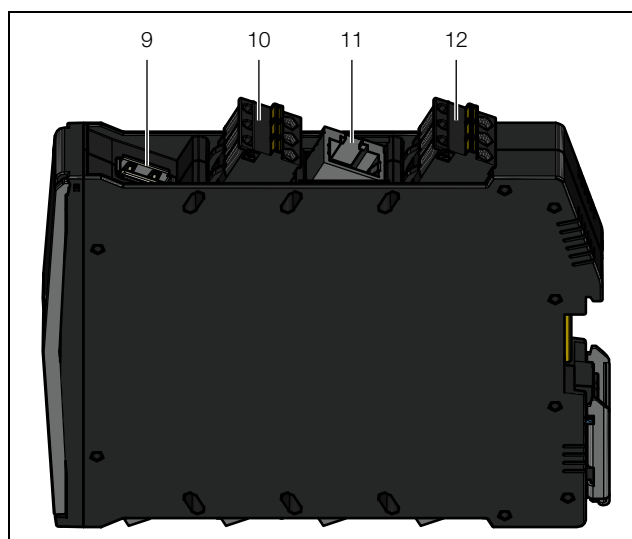

Fig. 5 : raccordements en haut sur l'interface IoT
■ Raccorder pour cela la sortie 24 V (raccordement direct) d'un bloc d'alimentation (DK 7030.060) à la prise correspondante de l'interface IoT (fig. 5, pos. 12).
- Raccorder si nécessaire la sonde de température déportée 3124.400 à la prise correspondante de l'interface IoT (fig. 5, pos. 10).
- Raccorder l'interface Ethernet (fig. 5, pos. 11) au réseau existant via un câble réseau avec fiches RJ 45. La LED de l'interface Ethernet à droite sur la face avant de l'interface IoT est allumée en permanence après avoir raccordé le câble réseau. La LED de gauche clignote en plus lors de l'échange de données (cf. chapitre 6.3.2 « Affichages des LED de l'interface Ethernet »).